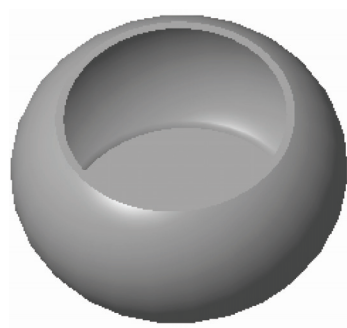

图 6-124 创建壳特征
STEP 04 单击“完成”按钮，即可创建壳特征，效果如图 6-124 所示。